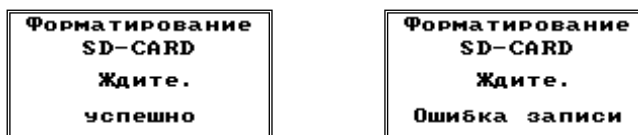

Рисунок 120
7.1.9.18 При успешном окончании процесса форматирования кратковременно отображается информационное сообщение, после чего пульт ДУ переходит к отображению меню регистрации (рисунок 120). При возникновении ошибок в процессе также выводится соответствующее сообщение. Для возврата в меню верхнего уровня используйте кнопку .